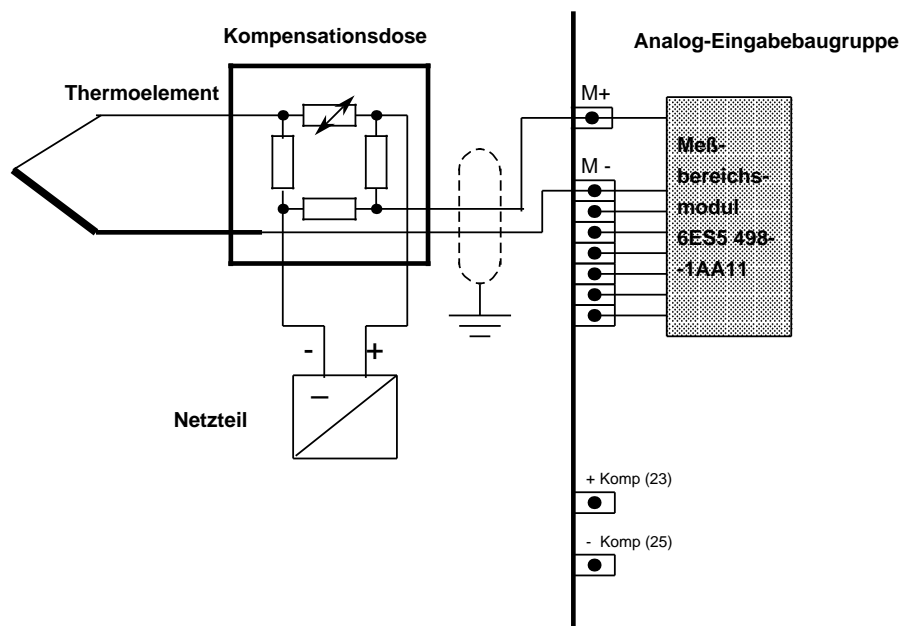

Bild 10.5 Anschluß einer Kompensationsdose an den Eingang einer Analog-Eingabebaugruppe
- Führen Sie die verbleibenden Anschlüsse von Kompensationsdose und Thermoelement an die Analogbaugruppe heran (Klemme M+ und M - Bild 10.5).